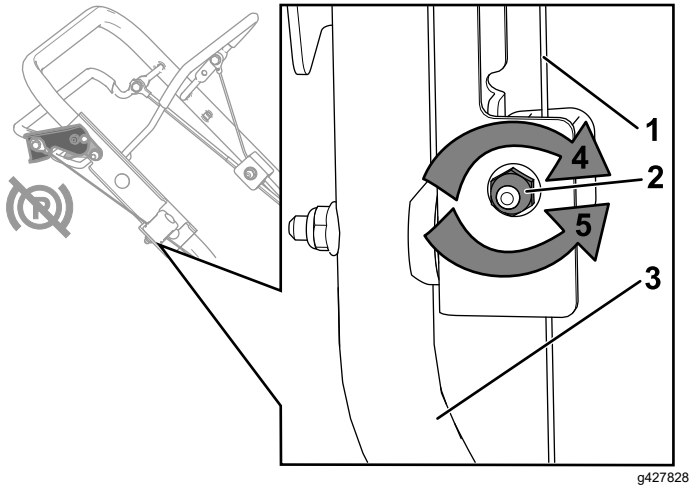

Figure 40
2. Tournez l'écrou de réglage dans le sens antihoraire pour desserrer le réglage du câble (Figure 40).
3. Ajustez la tension du câble (Figure 40) en tirant ou poussant la gaine, puis en la maintenant à cette position.